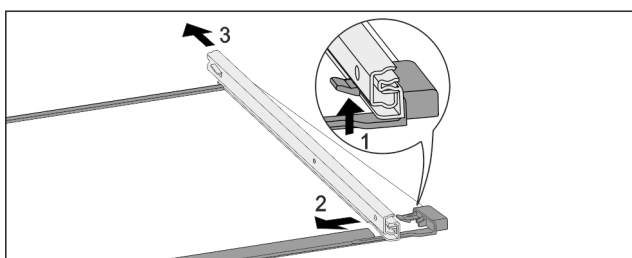

Fig. 247 Skleněná deska s kolejničkami
- ▶ Přední aretační háček zatlačte nahoru. Fig. 247 (1)
- ▶ Výsuvnou kolejničku vysuňte stranou Fig. 247 (2) a dozadu Fig. 247 (3).